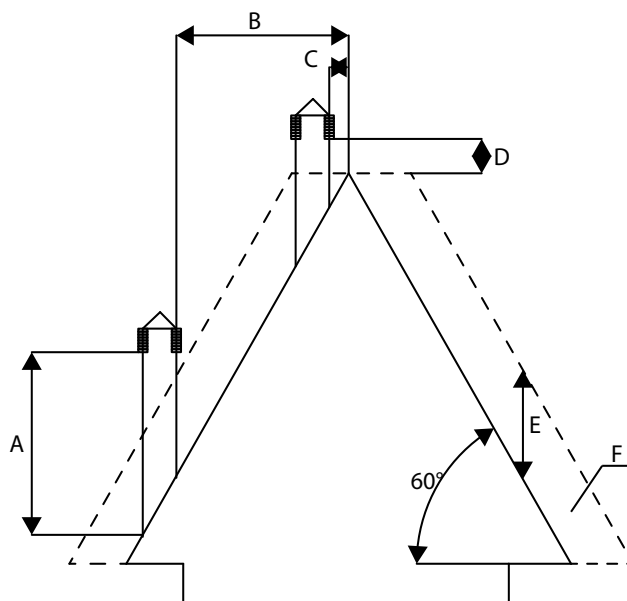
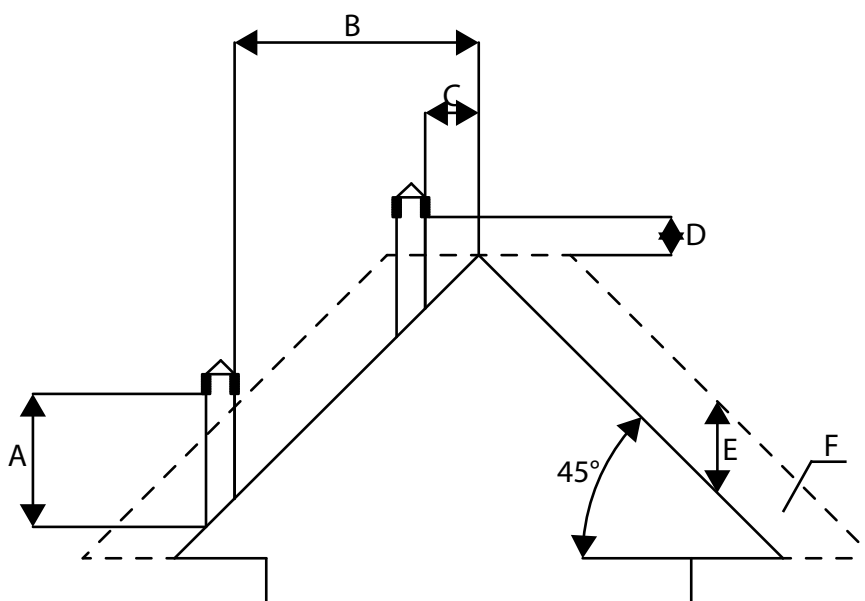

Fig. 7 - Teto a 60°
Fig. 8 - Teto a 45°
**LEGENDA Fig. 7 a pag. 12**
**LEGENDA Fig. 8 a pag. 12**
A área das aberturas para a evacuação de fumos deve ser pelo menos o dobro da secção da conduta de evacuação de fumos/sistema de tubagem e deve estar em conformidade para garantir, mesmo em caso de vento, a descarga de fumos. Deve impedir a entrada da chuva, da neve e de eventuais animais. A altura da abertura na atmosfera deve estar fora da zona de refluxo provocada pela formação do teto e por obstáculos que se encontram nas proximidades (ver **Fig. 4 a pag. 10**, **Fig. 5 a pag. 11**, **Fig. 6 a pag. 11**, **Fig. 7 a pag. 12** e **Fig. 8 a pag. 12**).